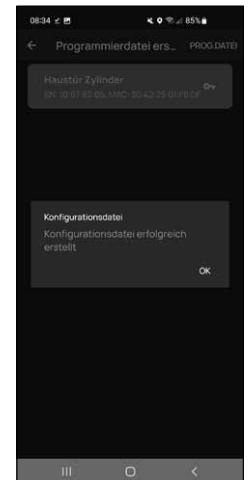

Abb. 8
- 4 Nach einem kurzen Moment erhalten Sie eine Meldung, dass Ihre Programmierdatei erstellt wurde. Bestätigen Sie mit „OK“ (Abb. 8).